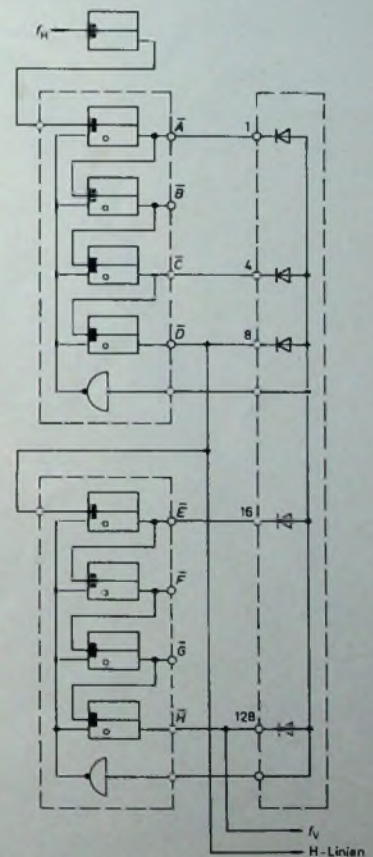

Bild 4 Schaltung des Zählers für die Horizontal- und die Vertikalablenkfrequenz
würde bis 255 zählen, wenn alle Ausgänge angeschlossen wären ($1 + 2 + 4 + 8 + 16 + 32 + 64 + 128$). Matriziert sind jedoch nur \bar{A} (1), C (4), D (8), E (16) und H (128); dies ergibt die Zahl 157. Wie Bild 4 noch zeigt, ist dem Zähler ein Zweier-Teiler vorgeschaltet, der mit der Horizontalablenkfrequenz f_H angesteuert wird. Nach 314 Zeilen ($2 \cdot 157$) stellt der Zähler zurück. Die Periodendauer des Ausgangssignals an H ist $314 \cdot 63,829 \mu s = 20,04 ms$. Sie entspricht der Vertikalablenkfrequenz. Die beschriebene Stufe arbeitet als Binäruntersetzer, der nach dem 314. Im-